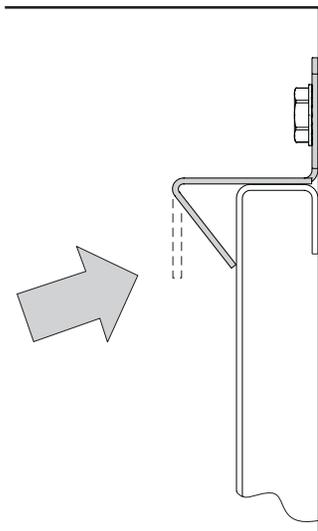

Figure 4
9. Plier la patte inférieure de chaque support de retenue de doublage jusqu'à ce qu'elle touche au doublage. Voir Figure 4.